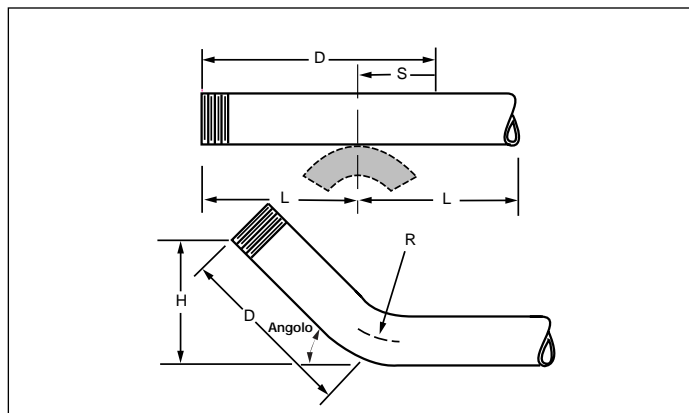

Figura 6
1. Dalla Tabella 2, trovare la distanza diagonale (D) che corrisponda alla dimensione (H) di piegatura verso l'alto. Marcare la distanza (D) dall'estremità di un tratto diritto di tubo.
2. Trovare le dimensioni del tubo nella Tabella 3 per ottenere la misura dell'arretramento (S) con l'angolo di piegatura desiderato.
3. Marcare la misura (S) sul tubo come illustrato in Figura 6.